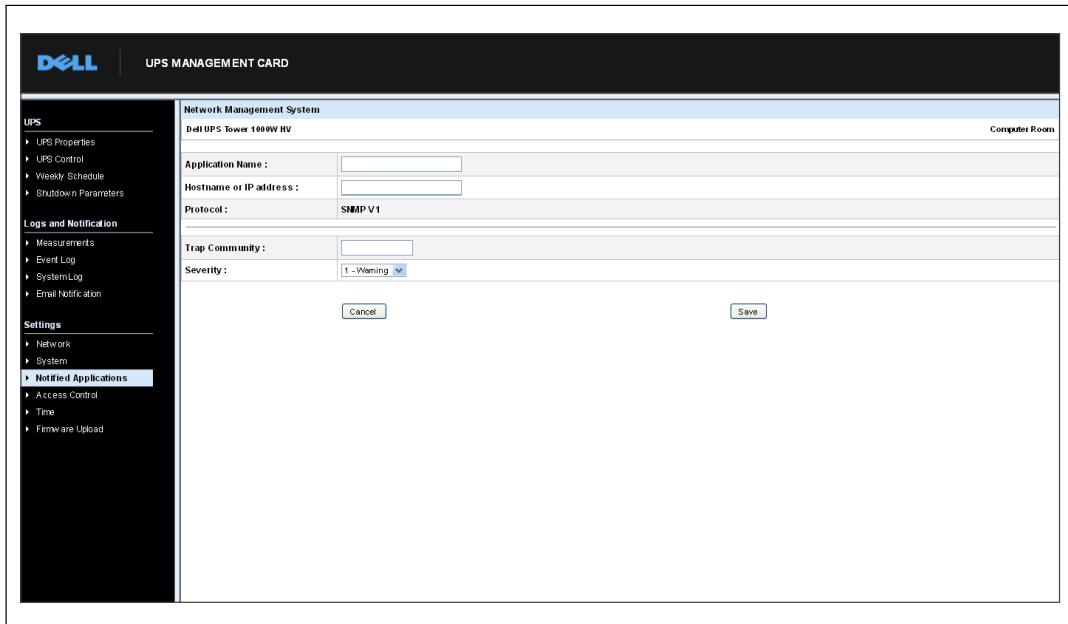

Рисунок 34. Страница «Добавить NMS»
- 2 Нажмите либо **Изменить NMS**, либо **Добавить NMS**, чтобы открыть новое окно, в котором вы сможете изменить или ввести информацию о получателе прерывания SNMP (название приложения, имя главного узла или IP-адрес, сообщество прерываний и серьезность). См. Рисунок 34.